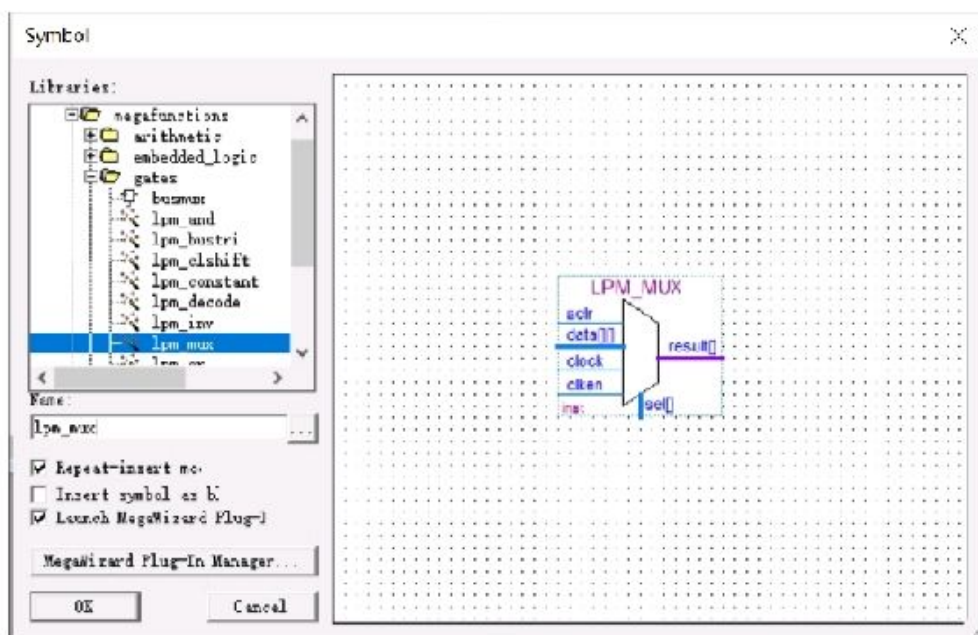
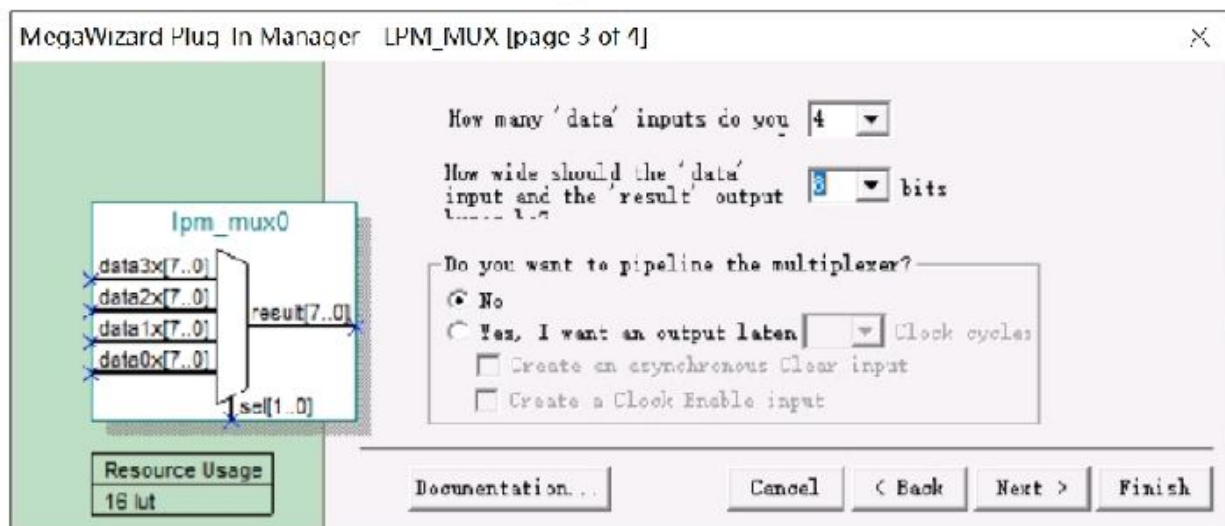

图 4-4
图 4-5
4、在BUS.bdf文件中插入多路开关lpm_mux0元件，点击工具栏上的按钮，进入元件库，在Name中输入lpm_mux，如图4-4所示，点击OK，然后完成如图4-5所示向导页的设置，其他默认即可。